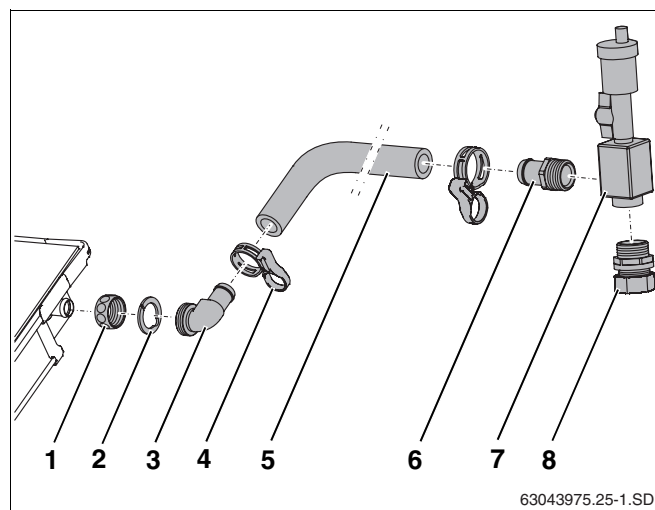

Рис. 38 Подключение шланга солнечного коллектора к штуцеру подающей линии
- Надеть накидные гайки (рис. 38, **поз. 1**) на штуцеры коллектора.
- Уложить зажимную шайбу (рис. 38, **поз. 2**) за выступ штуцера коллектора и нажать на нее.
- Выровнять наконечник с кольцом (рис. 38, **поз. 3**) и затянуть накидной гайкой.
- Надеть длинный шланг (1000 мм, рис. 38, **поз. 5**) на угловой наконечник и закрепить пружинным хомутом (рис. 38, **поз. 4**).
- Прикрутить наконечник R $\frac{3}{4}$ с кольцом (рис. 38, **поз. 6**) и двойной ниппель с кольцом (рис. 38, **поз. 8**) к воздухохоборнику (рис. 38, **поз. 7**).
- Вставить наконечник шланга (рис. 38, **поз. 6**) до упора в шланг солнечного коллектора и закрепить пружинным хомутом.
- Подключить сборную линию к резьбовому соединению с зажимным кольцом (рис. 38, **поз. 8**).